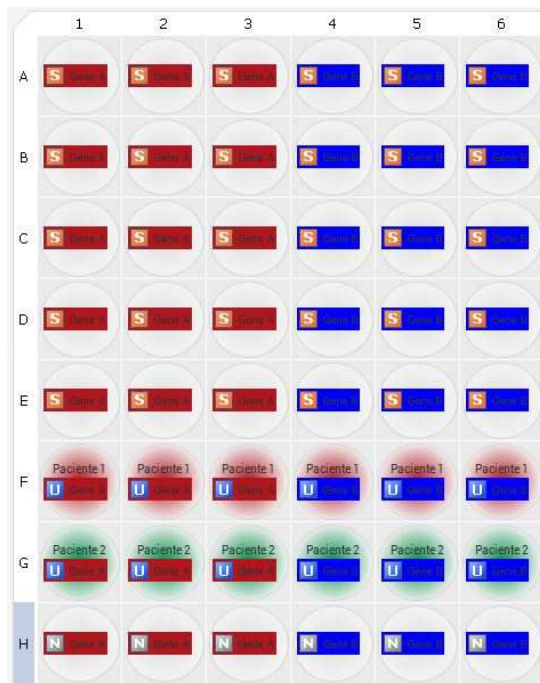

Fig. 6
7. Selecione os poços F1 até F6 e atribua a amostra → *assign* Paciente 1 (utilize a caixa quadrada ao lado do nome da *sample*). Repita para outros poços → *assign* Paciente 2. Repita para outros poços. É possível alterar o zoom da placa  para visualizar cada poço com detalhe (Fig. 6).